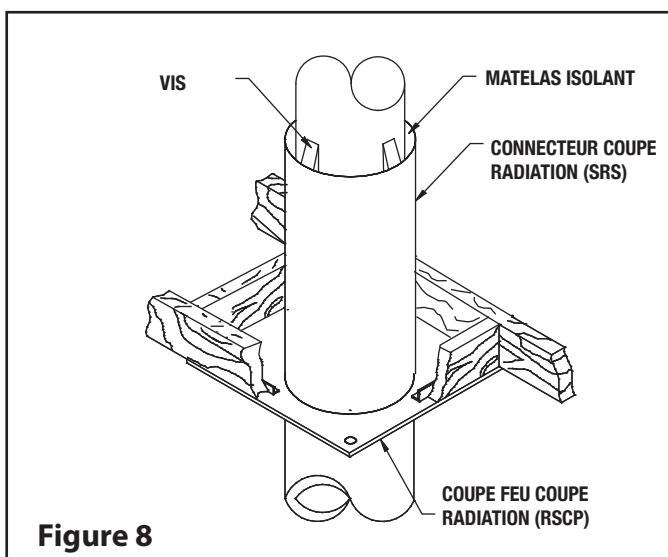

Figure 8
- Au niveau du plafond, installez un connecteur coupe radiation (SRS) et un coupe feu coupe radiation (RSCP) (voir Figure 8). Faites glisser le connecteur coupe radiation vers le bas jusqu'à ce que la partie inférieure du tuyau isolé traverse le coupe-feu du coupe radiation. Ajustez la hauteur jusqu'à ce qu'un minimum de (1 po) du connecteur du coupe radiation dépasse le coupe-feu en dessous. Attachez-le à la